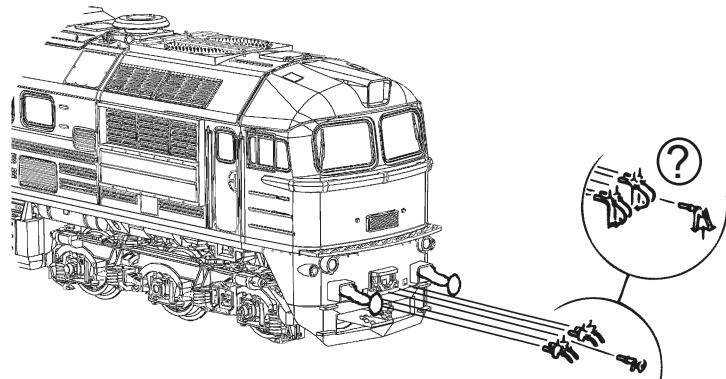

Fig. 4
3. Haftreifenwechsel: Zuerst den Getriebekiel abnehmen (Fig. 4). Danach den **Radsatz** herausnehmen und die **Haftreifen** mit einer Nadel od. mit einem feinen Schraubendreher abziehen (Fig. 6). Beim Aufziehen der neuen Haftreifen darauf achten, dass diese sich nicht verdrehen.
3. Change of traction tyre: Remove the gear cover (fig. 4). Take out **wheel set** and remove **traction tyre** using a pin or a fine screwdriver (fig. 6). When pressing on the new traction tyre please **avoid twisting it**.
3. Échange des bandages d'adhérence: Démontez d'abord **le couvercle du carter des engrenages** des en-grenages (fig. 4). Délogez ensuite les essieux ban-dagées et enlevez, à l'aide d'une aiguille ou d'un tourne-vis fin, les bandages d'adhérence (fig. 6). Lors du montage des nouveaux bandages veuillez veiller à ce que les bandages **ne soient pas tor-dues**.